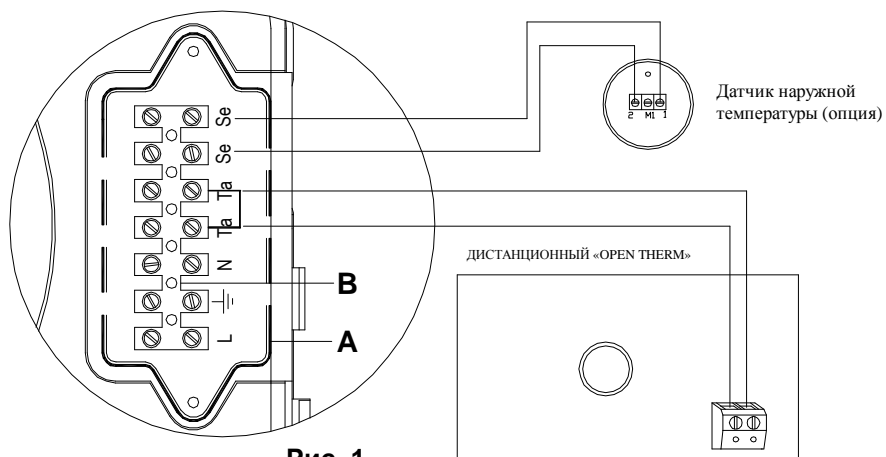

Рис. 1
- Ослабьте винты и снимите пластину А (см. рис. 1).